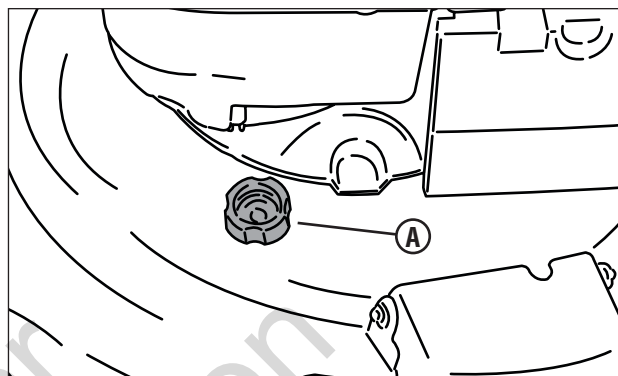

Figure 15 : Point d'accès de rinçage
5. Raccorder l'extrémité mâle d'un boyau d'arrosage standard au point d'accès de rinçage (**A**, **Figure 15**).